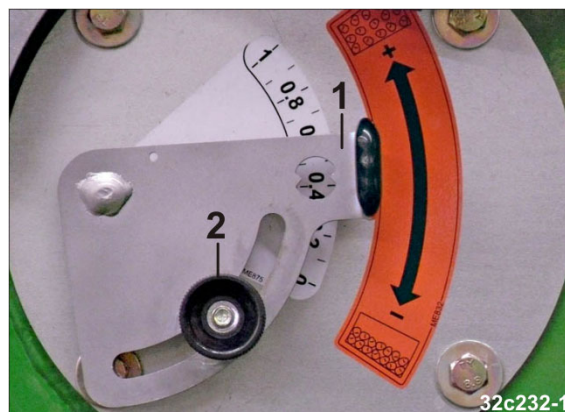

Рис. 163
1. Отрегулируйте положение воздухонаправляющей пластины рычагом (Рис. 163/1) (см. указания по регулировке, главу 5.6.3, на стр. 72).
2. Зафиксируйте положение рычага винтом с накатной головкой (Рис. 163/2).